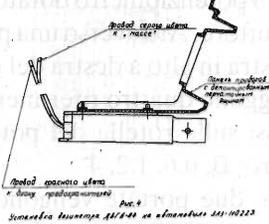

Рис. 5 Установка дозиметра ДБГБ-04 на автомобиль ЗАЗ-968
5.8.3. Установить кронштейн с кассетой, как показано на рис. 5, используя метизы из комплекта.